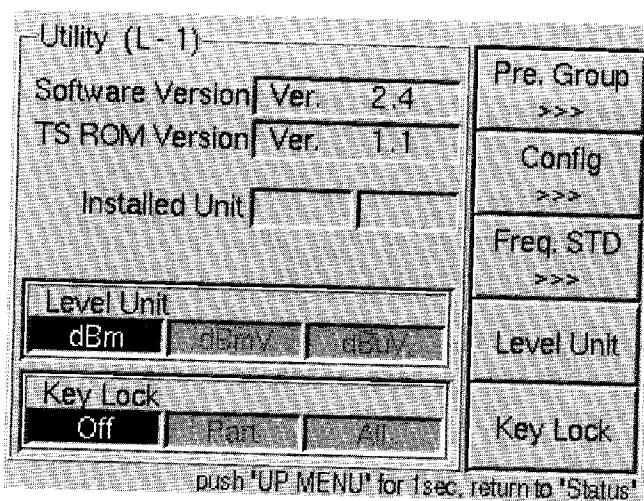
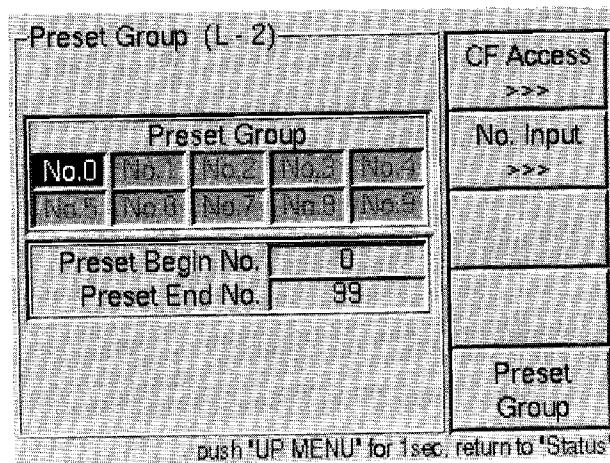

図10-5 ユーティリティ
図10-6 グループ設定画面
- ① 前面のメモリーカード差込口にCFカードを挿入してください。
- ② UTILITY→Pre. Group (F1) (図10-5) →CF Access (F1) (図10-6) と操作します。CFアクセス画面に入ります。